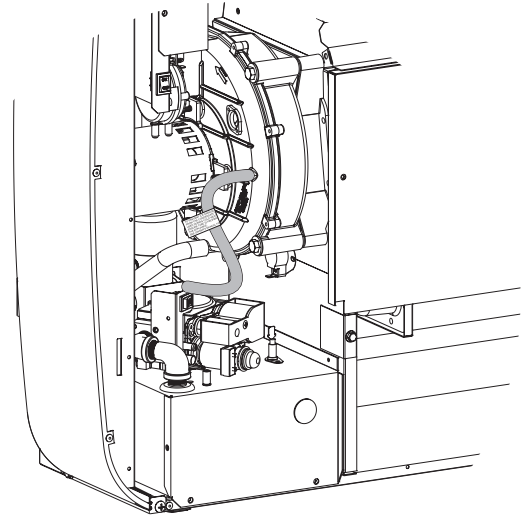

Figure 65
4. Enlever le tuyau souple transparent de la prise de vidange frontale sur le boîtier de la roue d'aspiration. **Voir Figure 65.**